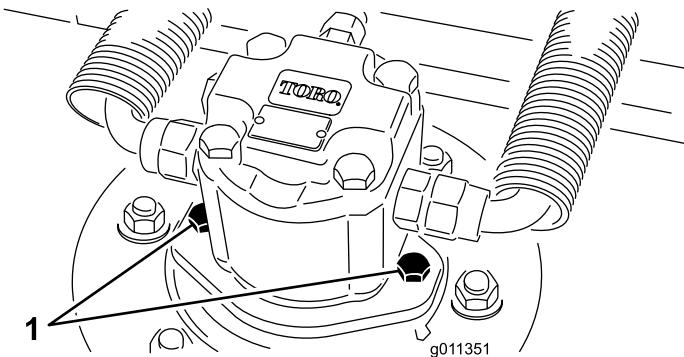

Figura 61
- Desconecte el motor hidráulico y retírelo de la carcasa (Figura 61). Tape la parte superior del eje para evitar la contaminación.
- Instale el motor hidráulico en la carcasa (Figura 61). Asegúrese de que la junta tórica está correctamente colocada y que no está dañada.